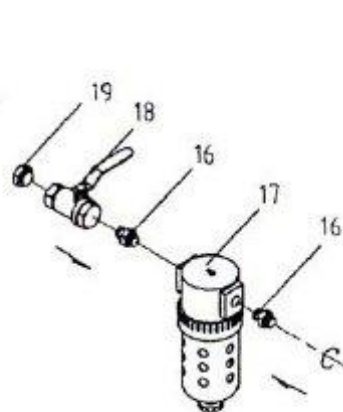

Figure 2
2. Reportez-vous à la figure 2 pour installer le piège à air (17). Il y a deux connecteurs (16) de chaque côté du filtre. Une vanne d'alimentation en air (18) doit être montée sur un connecteur. Une extrémité de la vanne d'air (18) doit être connectée au connecteur (16) et l'autre extrémité au connecteur femelle-mâle (19). Lorsque la sableuse est prête à l'emploi, la conduite d'air du compresseur doit être connectée au coupleur femelle-mâle (19).